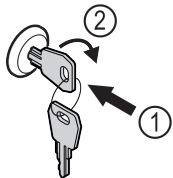

Fig. 157
- ▶ Sätt in nyckeln Fig. 157 (1).
- ▶ Vrid nyckeln 90° medurs Fig. 157 (2).